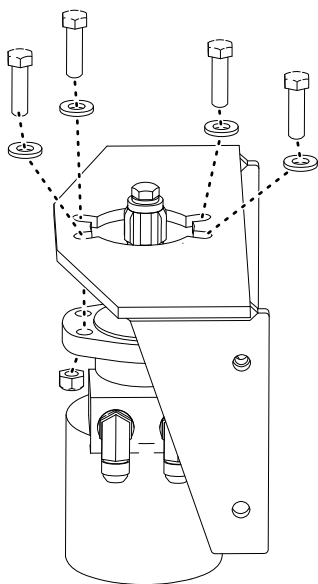

Figura 4
7. Sujete el soporte al motor con los 4 pernos (1/2 x 1-3/4 pulgadas), las 4 arandelas planas (1/2 pulgada) y las 4 contratueras (1/2 pulgada) (Figura 4).